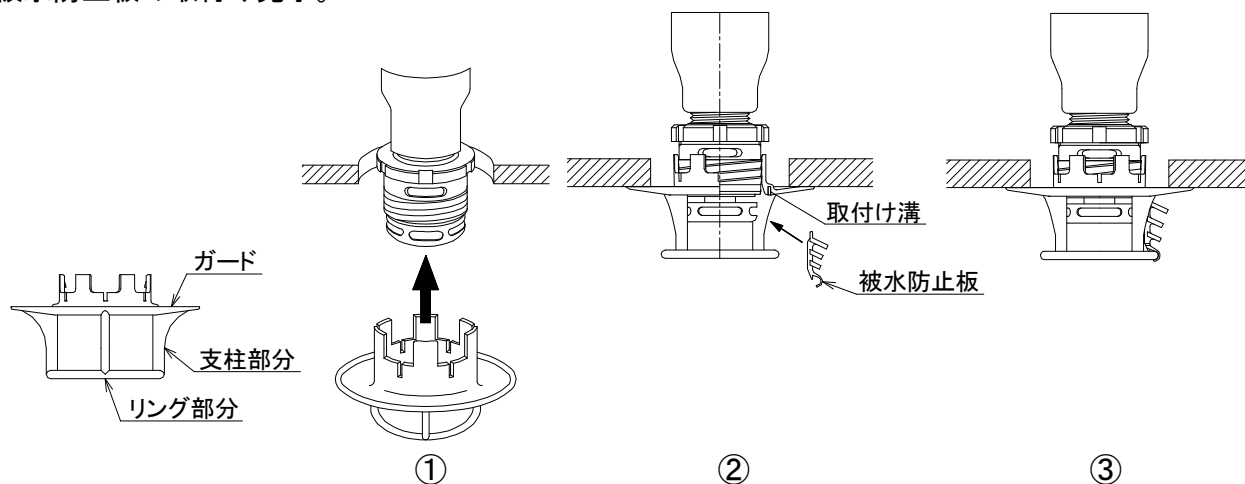

図4. 被水防止板取付け手順
- ① 下図4に示すように、ガードのリング部分、及び支柱部分等を手で持ち、固定されているスプリンクラーヘッドに押し込む。
- ② 対向するヘッドの方向を確認し、それに合わせて被水防止板取付け溝とガードのリング部分に被水防止板を固定する。
- ③ 被水防止板の取付け完了。